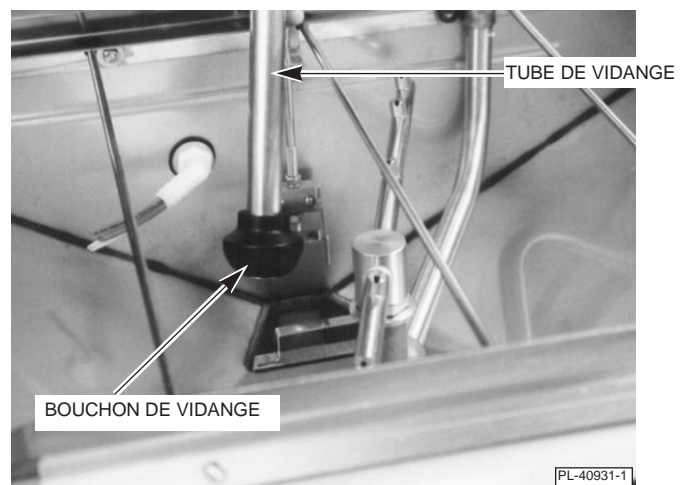

FIG. 17
Procédez à une vérification afin de vous assurer que la crépine d'admission de la pompe (Fig. 12), la crépine du bac de vidange (Fig. 13), et le tube de vidange (Fig. 17) sont en place et que les deux crépines sont exemptes de débris. La crépine d'admission de la pompe doit tomber complètement au fond du carter. LE DRAIN ET LES CRÉPINES DOIVENT ÊTRE PROPRES ET EXEMPTS DE DÉBRIS À TOUS MOMENTS.
La machine peut être vidangée en appuyant et en maintenant enfoncé le commutateur de *vidange (DRAIN)/remplissage (FILL)* sur « DRAIN » jusqu'à ce que la machine soit complètement vidangée, ou en ouvrant les portes et en retirant le tube de vidange (le bouchon de vidange est fixé au niveau de la partie inférieure du tube de vidange) (Fig. 17). Lorsque la machine est complètement vidangée, remplacez le tube/bouchon de vidange, fermez les portes et appuyez sans relâcher sur le commutateur de *vidange (DRAIN)/remplissage (FILL)*, sur « Fill » pendant environ dix secondes.
3. Retirez la crépine d'admission de la pompe (Fig. 12), le tube/bouchon de vidange (Fig. 17), et la crépine du bac de vidange (Fig. 13) puis nettoyez-les en les frottant dans un évier.